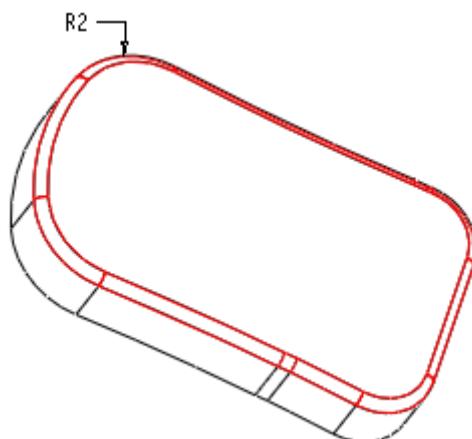

图 43-7
- (1) 单击  按钮 (或单击菜单【插入】 【倒圆角】命令), 打开圆角特征操控板。
- (2) 按下 CTRL 键，依次选择模型底面的外缘边线，建立半径为 2 的圆角，如图 43-7 所示。